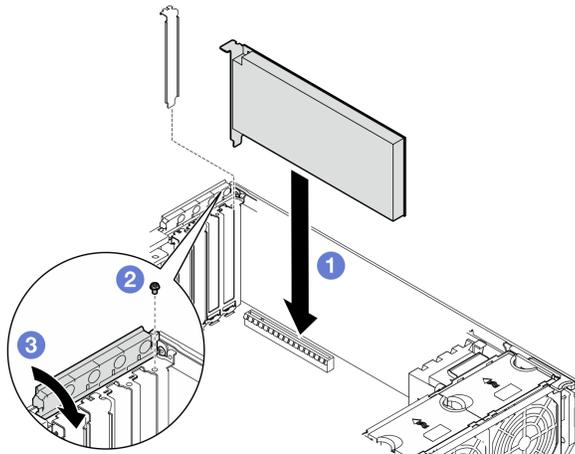

Abbildung 120. Installation eines HL PCIe-Adapters
- Wenn Sie einen vorhandenen PCIe-Adapter austauschen, fahren Sie mit dem Installationsverfahren fort: Abbildung 120 „Installationsverfahren eines HL PCIe-Adapters“ auf Seite 182